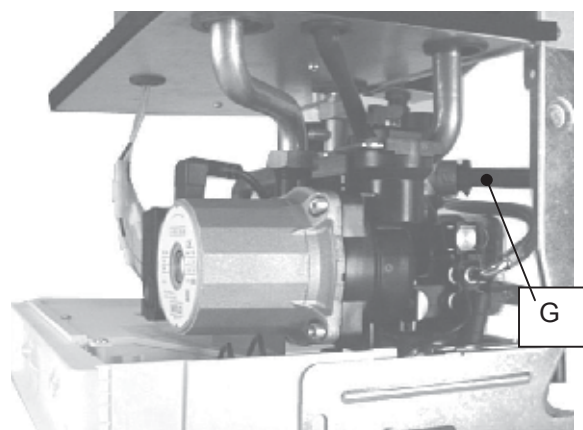

Fig. 5.4
- 8 Connect the pipe G (Fig. 5.4) from the pressure relief valve to the safety discharge pipework.
- 8 Присоедините трубку G (рис.5.4) к предохранительному клапану и системе слива.